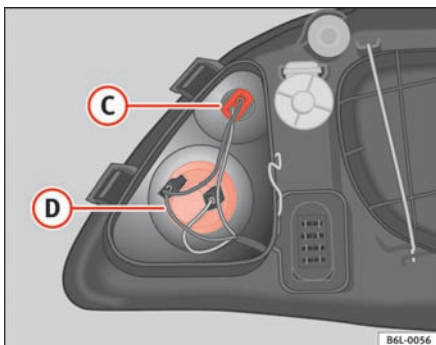

Fig. 147 Positionlys
- Træk i kablerne for at tage fatningen ud af holderen **C** ⇒ fig. 147.